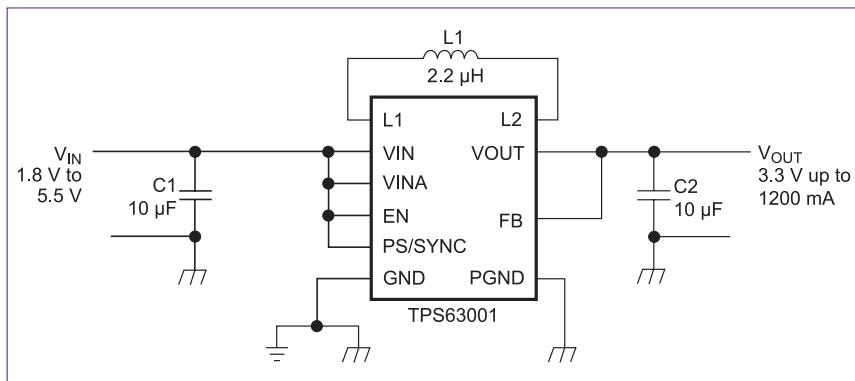

图5. 基于TPS6300X的升降压转换器。
德州仪器 (TI) 推出的TPS63000 器件系列就是上述概念的完美实践。在图 5 中，我们给出了基于该产品的升降压转换器的完整电路图。尽管该器件在升降压模式下能够分别支持高达 800mA 与 1200mA 的输出电流，但它仅使用了 3 个微